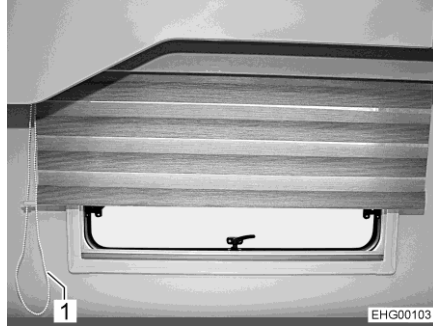

Fig. 111 Tenda a rullo Vario, zona di coda
- Tirare il filo della catenella (Fig. 111,1) che chiude la tenda a rullo Vario, finché la tenda a rullo Vario non si trova nella posizione desiderata.
- Tirare il filo della catenella (Fig. 111,1) che apre la tenda a rullo Vario, finché la tenda a rullo Vario non si trova nella posizione desiderata.